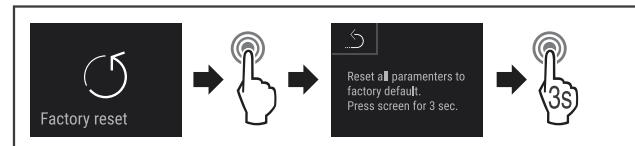

Fig. 105
- Выполните шаги действия (см. Fig. 105).